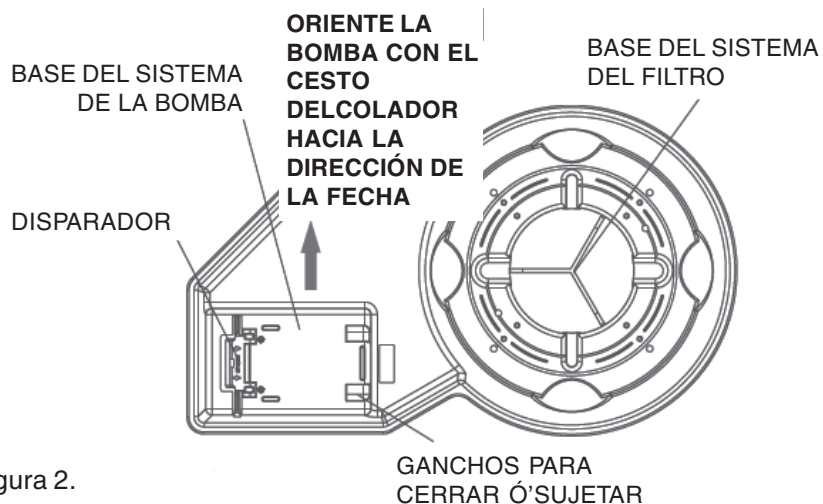

Figura 2.
- F. Puede que ahora la Bomba este unida al lado de la base de soporte de la Bomba. Esta Bomba puede ser orientada o ajustada como se indica en la Figura 2.